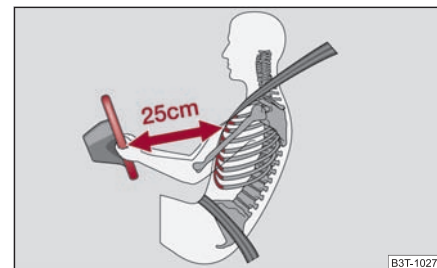

Fig. 4 La distance correcte entre le conducteur et le volant
- Ajustez le volant de façon que l'écart entre le volant et le buste soit de 25 cm au moins ⇒ page 11, fig. 4. Les airbags ne peuvent pas vous protéger si vous en êtes plus près - danger mortel!